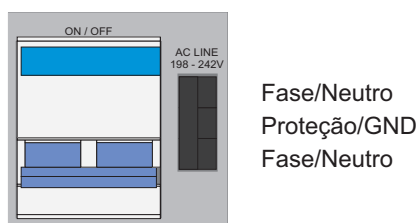

Figura 4: Conexão alimentação AC
O circuito de alimentação do transmissor deve ser protegido com **disjuntor bipolar com curva do tipo B e capacidade de condução de 20A**. Juntamente com os cabos de alimentação, deve seguir o condutor de proteção (PE). A conexão está disponível no ponto *AC Line* tendo a sequência em concordância com a Figura 4.
A conexão com a rede elétrica está disponível no conector *AC Line*, a sequência para conexão deverá estar de acordo com a Figura 4.